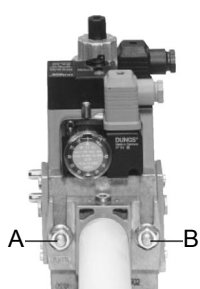
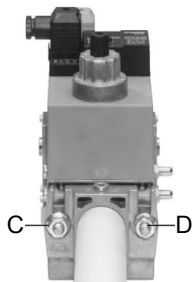
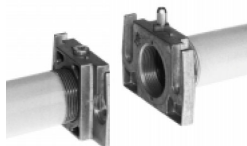

Рис. 2
Рис. 3
Рис. 4
- 2 Поднимите пластину с помощью винтов, как показано на рис. 2
3. Затянуть винты А, В, С и D (Рис. 2 - Рис. 3), соблюдая дистанции монтажа (Рис. 4);
ВНИМАНИЕ: после монтажа газовой рампы согласно схеме на Рис. 2, необходимо провести тестирование на герметичность газового контура, согласно требований действующих нормативов.